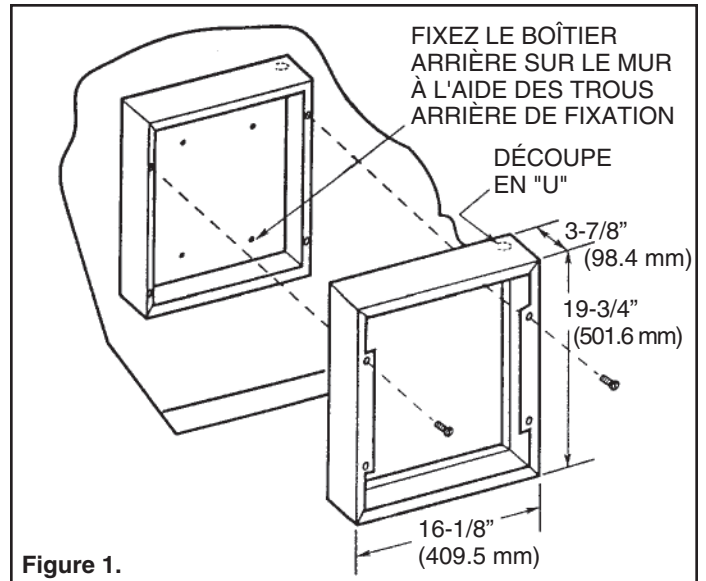

Figure 1.
Installation de boîtier arrière avec cadre de fixation en surface n° cat SM, SMSB (voir la figure 1)
- a. Faire passer un câble d'alimentation dans la zone du coin supérieur droit du cadre de fixation illustré dans la figure 1.
- c. Fixez le cadre en place sur le boîtier avec les vis fournies comme illustré dans la figure 1.